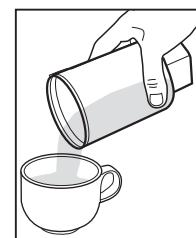
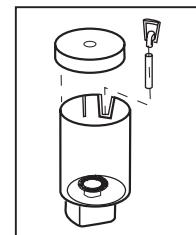

Fig. 14
Fig. 15
- Extraer el vaso con la preparación y verterlo en una taza (Fig. 14). Lavar bien el vaso para un uso sucesivo. El vaso se puede desmontar para una limpieza más a fondo (Fig. 15) y es posible lavarlo en el lavavajillas